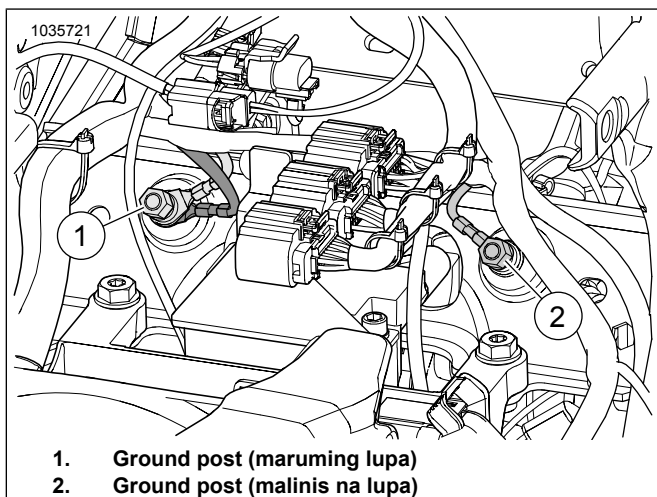

Figure 15. Mga Lokasyon ng Ground Post ng Kahon ng Baterya
Tingnan ang Figure 15. Iruta at ikonekta ang ATM ground wire sa **malinis** na ground post (2). Higpitan sa: